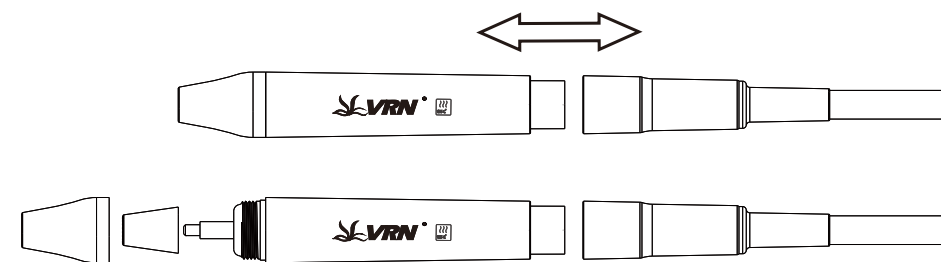

РИСУНОК 8
3) Установіть акумулятор ножного перемикача бездротового управління або вставте вилку дротового ножного перемикача в основний блок (рисунок 8, рисунок 3).
2.1.2 Інструкція із застосування основних компонентів знімного наконечника (див. рисунок 8)